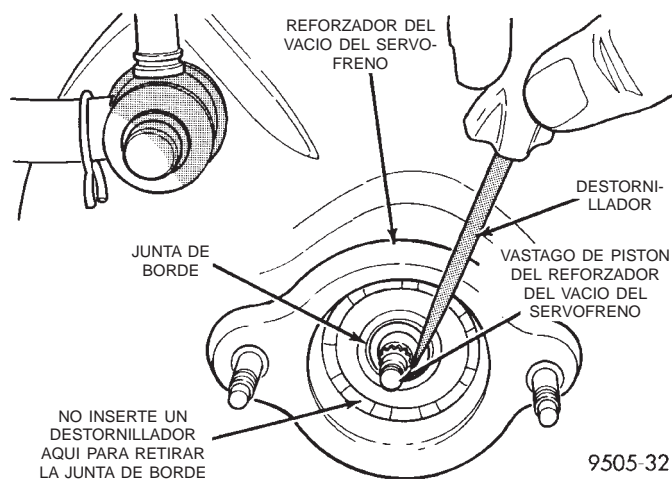

Fig. 118 Desmontaje del sello de vacío del reforzador del servofreno
PRECAUCION: En los vehículos que tienen instalado el sistema ABS, el cilindro maestro sirve de sello para retener el vacío en el reforzador del vacío del servofreno. El sello de vacío en la parte delantera del reforzador del vacío del servofreno (Fig. 118) **DEBE** reemplazarse cuando se retira el cilindro maestro del reforzador del vacío del servofreno.
(7) Si el vehículo tiene instalado el sistema ABS, retire el sello de vacío (Fig. 118) situado en la parte delantera del reforzador del vacío del servofreno. Para retirar el sello de vacío, inserte **cuidadosamente** un destornillador pequeño entre el vástago de pistón del reforzador del servofreno y el sello de vacío (Fig. 118) y haga palanca para extraer el sello de dicho reforzador. **No intente extraer el cilindro maestro insertando una herramienta entre el sello y el reforzador del vacío del servofreno.**